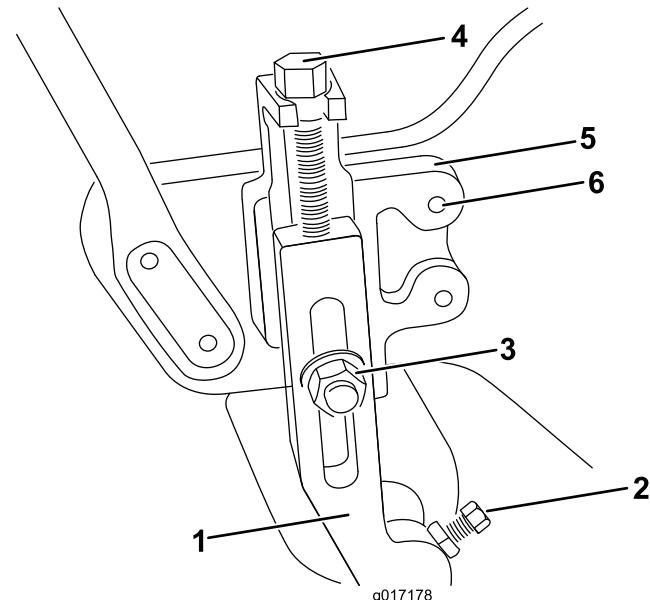

Рисунок 1
1. Ослабьте контргайки и установочные винты крепления конца переднего ролика к рычагам высоты скашивания (Рисунок 1).
кронштейнам (Рисунок 1). Снимите рычаги высоты скашивания и ролик в сборе.
3. Только на модели Greensmaster 1600 снимите регулировочные винты высоты скашивания, контргайки и установочные винты с рычагов высоты скашивания (Рисунок 1).
Только на моделях Greensmaster 800 и 1000 удалите два болта с конической наружной поверхностью, с помощью которых левый и правый кронштейны высоты скашивания присоединяются к боковым пластинам (Рисунок 1). Установите кронштейны высоты скашивания на противоположные стороны машины с помощью снятых болтов. Используйте задние группы монтажных отверстий в боковых пластинах.